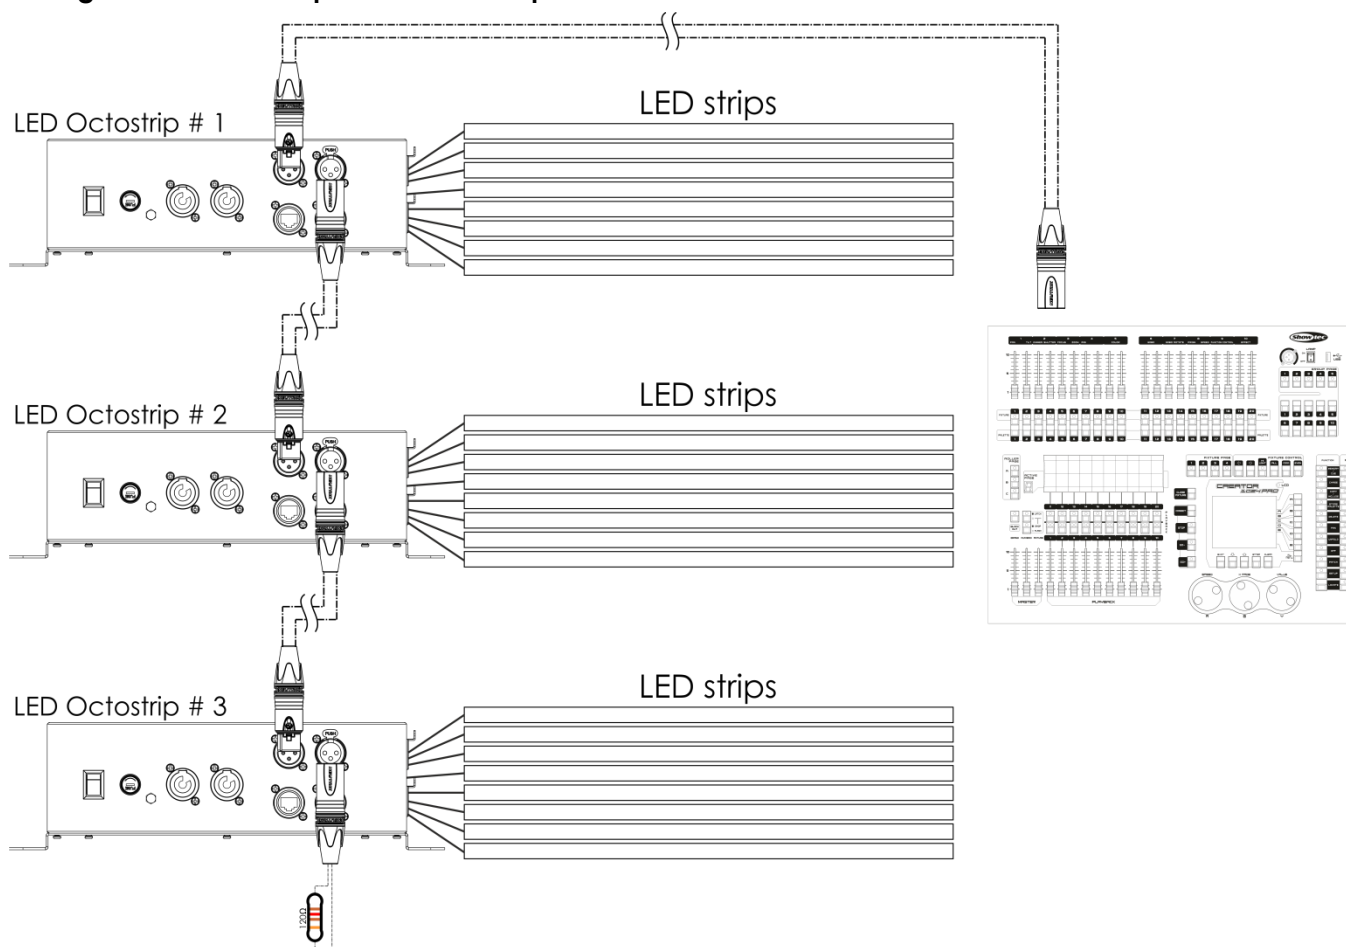

Fig. 05
- 04) Collegare le unità come indicato nella fig. 05. Collegare la presa DMX "out" della prima unità alla presa DMX "in" della seconda unità, servendosi di un cavo di segnale DMX. Ripetere questo processo fino a collegare la seconda, la terza e la quarta unità.